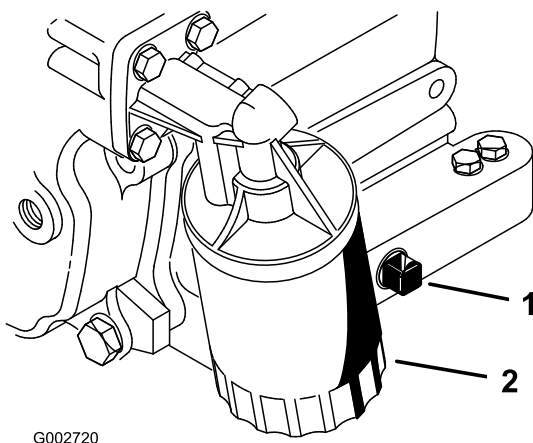

Figure 26
2. Retirez le bouchon de vidange (Figure 26) et laissez couler l'huile dans un bac de vidange. Remettez le bouchon quand la vidange est terminée.
3. Enlevez le filtre à huile (Figure 26). Appliquez une fine couche d'huile sur le joint du filtre de rechange.